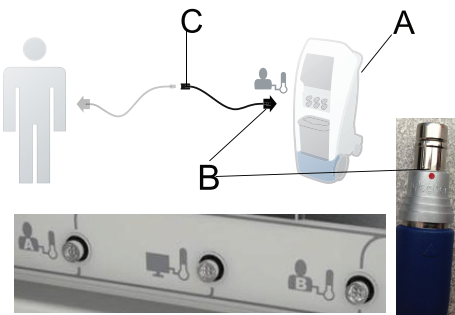

Abbildung 4 –
- Richten Sie den roten Punkt am **wiederverwendbaren Adapterkabel** (B) auf den Patientensondenanschluss A oder B am Regler (A) aus (Abbildung 4).